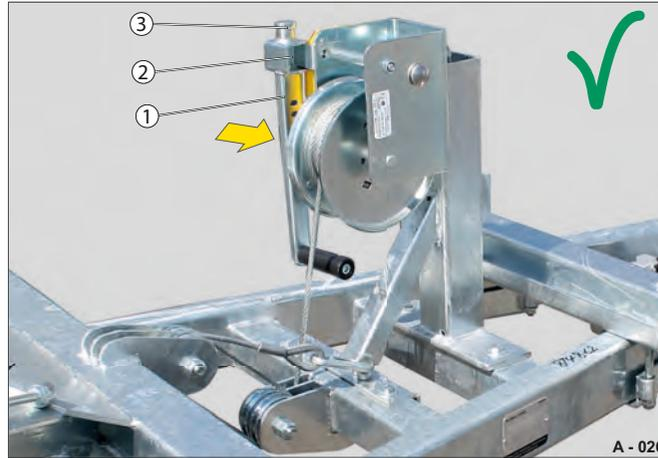

Fig. 17 Treuil manuel en position de conduite
- ▶ Soulevez la goupille de sécurité (Fig. 17 /3).
- ▶ Placez la manivelle (Fig. 17 /2) sur son support de rangement (Fig. 17 /1).
- ▶ Relâchez la goupille de sécurité (Fig. 17 /3) et assurez-vous que la manivelle est bien fixée.